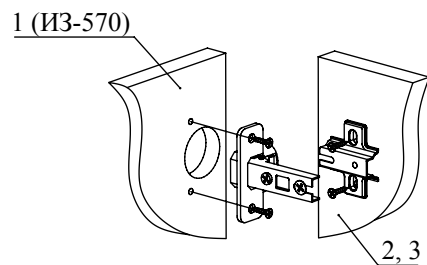

Рис.3
2. При помощи шурупов 3,5x16 закрепите петли на дверь (дет. 1 от ИЗ-570), а при помощи евровинтов — ответные планки петель на детали 2 и 3 (Рис. 3).